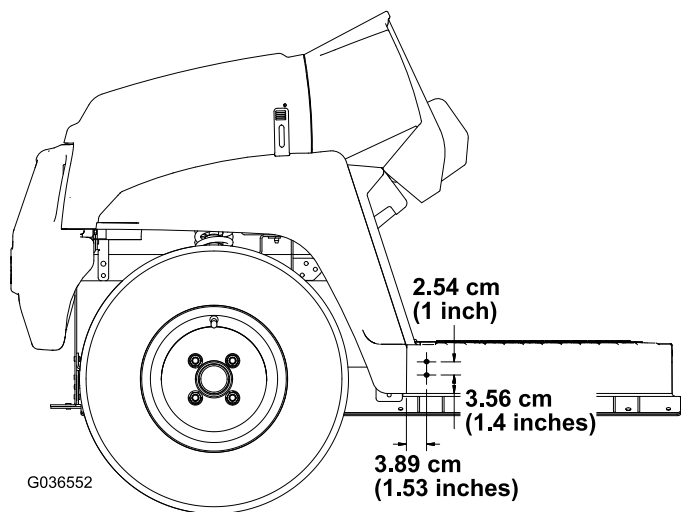

Figura 3
2. Utilizando as dimensões indicadas na Figura 3, faça dois furos ($\frac{5}{16}$ " no exterior da placa do piso nos lados esquerdo e direito da máquina.